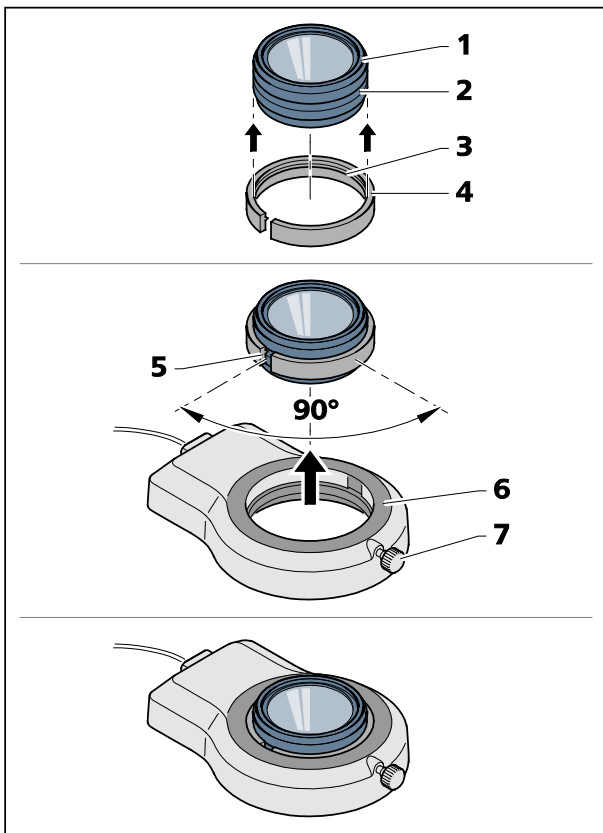

Fig. 14 Montare la lampada sul modulo ottico aggiuntivo 3
- Mettere l'adattatore a fessura consegnato (Fig. 14/4) (diametro esterno 66 mm, interno 58 mm) dal basso verso l'alto sul modulo ottico aggiuntivo (Fig. 14/1). Il cordone circostante interno (Fig. 14/3) dell'adattatore deve ingranare nell'intaglio esterno (Fig. 14/2) del modulo ottico aggiuntivo.
- Spingere la lampada anulare (Fig. 14/6) sul diametro esterno dell'adattatore e fissarla mediante la vite di arresto (Fig. 14/7).
Si raggiunge il miglior effetto di bloccaggio se la fessura (Fig. 14/5) dell'adattatore e la vite di arresto (Fig. 14/7) della lampada anulare sono spostate di 90° circa.